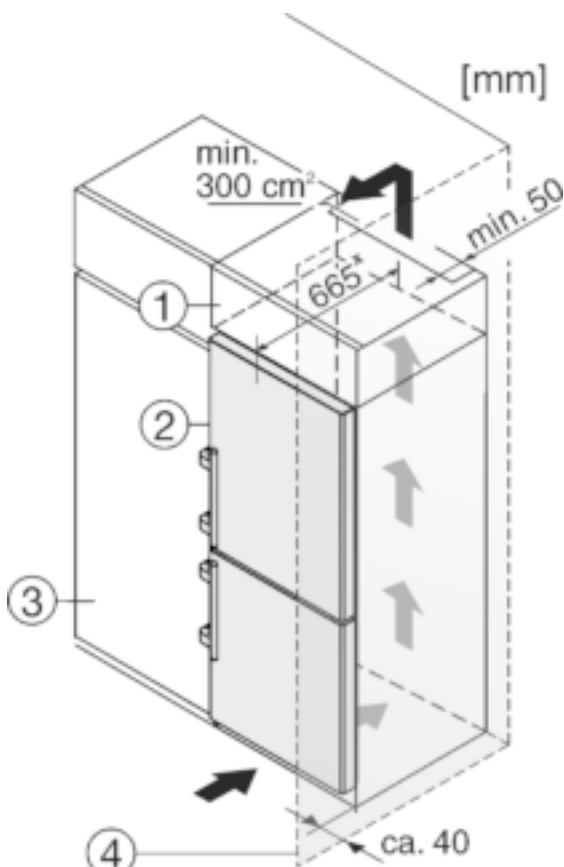

Fig. 26
Het apparaat Fig. 26 (2) kan worden ingebouwd in de keuken. Om het apparaat aan de hoogte van het keukenblok aan te passen, kunt u er een passende opbouwkast Fig. 26 (1) op plaatsen.
Bij de ombouw met keukenkasten kan het apparaat direct naast de keukenkast Fig. 26 (3) worden opgesteld. Om de deur volledig te kunnen openen, moet het apparaat minimaal 65 mm\* t.o.v. het keukenkastfront staan. Afhankelijk van de diepte van de keukenkast en het gebruik van de wandafstandhouders kan het apparaat verder uitsteken.
Plaast u het apparaat met de scharnierkant naast een muur Fig. 26 (4), dan moet de afstand tussen apparaat en muur minstens 40 mm bedragen. Dit in verband met het uitsteken van de deurgreep bij een geopende deur.